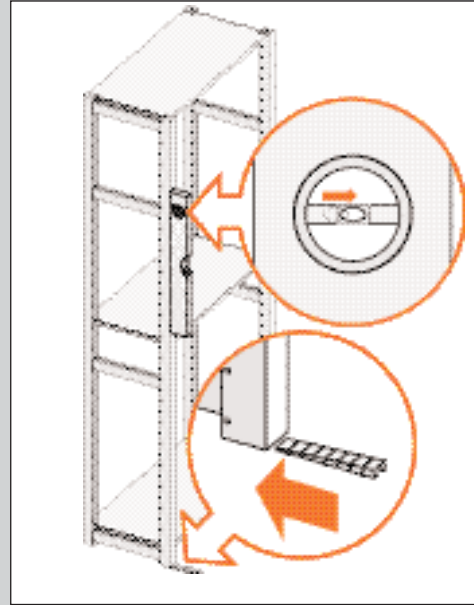

ABBILDUNG 25
1. Halten Sie die Wasserwaage an der Vorderseite gegen den Ständer und setzen Sie ggf. einen Keil unter den Ständer (siehe Beispielaufstellung in Abb. 25).